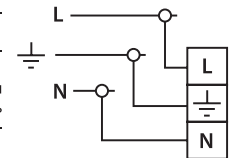

Рис. 1
- Присоедините подготовленные концы проводов к проводам светильника обозначенных L, N, ⊕ способом допустимым «Правилами устройства электроустановок». Lumin'Arte® рекомендует применять клеммные колодки (Рис. 1).